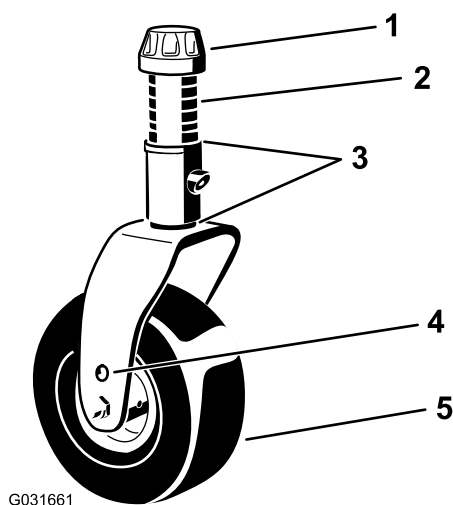
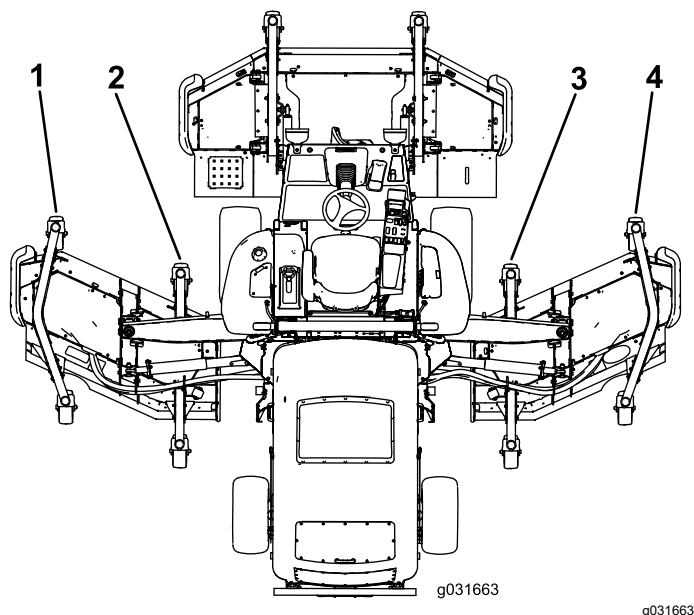

Figure 28
Figure 29
5. Si le bord intérieur de l'unité de coupe latérale est trop élevé par rapport au bord extérieur de l'unité de coupe avant, retirez une cale au bas du bras de la roue pivotante intérieure avant de l'unité de coupe latérale (Figure 28 et Figure 29).
6. Si le bord intérieur est encore trop élevé, retirez une cale supplémentaire au bas du bras pivotant intérieur avant et une cale du bras pivotant extérieur avant de l'unité de coupe latérale (Figure 28 et Figure 29).
7. Si le bord intérieur de l'unité de coupe latérale est trop bas par rapport au bord extérieur de l'unité de coupe avant, ajoutez une cale de 3 mm (1/8 po) au bas du bras pivotant intérieur avant de l'unité latérale (Figure 28 et Figure 29).